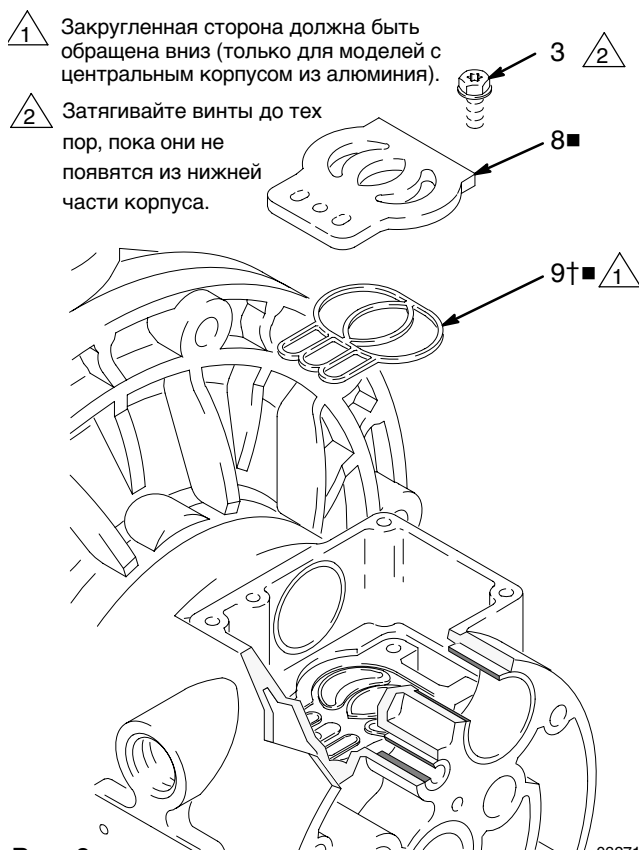

Рис. 9
5. Осмотрите пластину (8■) клапана, не снимая ее. Если пластина повреждена, выкрутите три винта (3) с помощью отвертки Torx (T20) или торцевого ключа на 7 мм (9/32 дюйма). Снимите пластину клапана (8■) и, для моделей с центральным корпусом из алюминия, извлеките уплотнение (9). См. рис. 9.
2. Для моделей с центральным корпусом из алюминия вставьте уплотнение пластины клапана (9) в канавку на нижней стороне углубления клапана. Закругленная сторона уплотнения **должна** быть **обращена вниз** в канавку. См. рис. 9.
3. Установите пластину клапана (8) в углубление. В моделях с центральным корпусом из алюминия пластина является двухсторонней, так что любая сторона может быть обращена вверх. Вкрутите три винта (3) с помощью отвертки Torx (T20) или торцевого ключа на 7 мм (9/32 дюйма). Затягивайте винты до тех пор, пока они не появятся из нижней части корпуса. См. рис. 9.